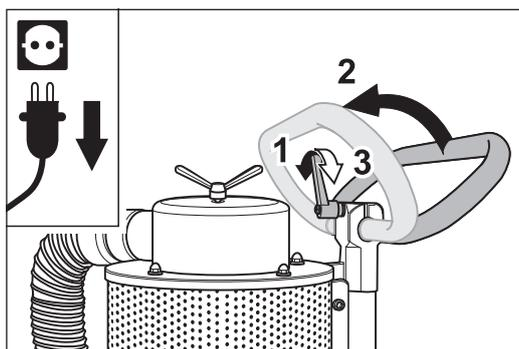

Abb. 25 Am Fahrgestell den Klemmhebel lösen (1), den Haltebügel nach vorne umlegen (2) und den Klemmhebel wieder festziehen (3).
- 2 Lösen Sie am Fahrgestell den Klemmhebel des Haltebügels (Abb. 25, 1). Legen Sie den Haltebügel nach vorne um (Abb. 25, 2) und ziehen Sie den Klemmhebel wieder fest (Abb. 25, 3).